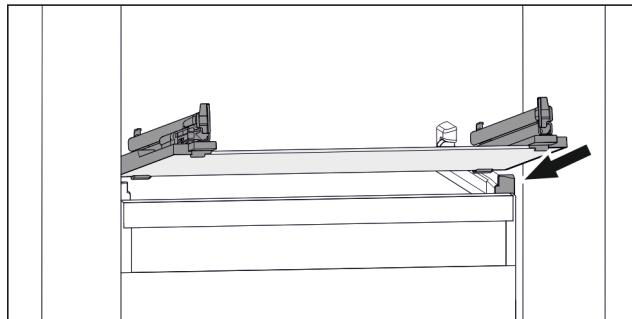

Fig. 103 Примерно изображение на стъклената плоча
- Поставете стъклената плоча под ъгъл зад ограничителите. (виж Fig. 103)